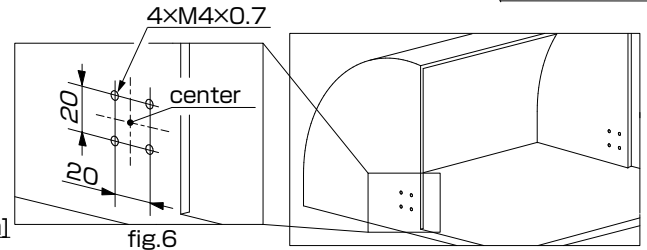
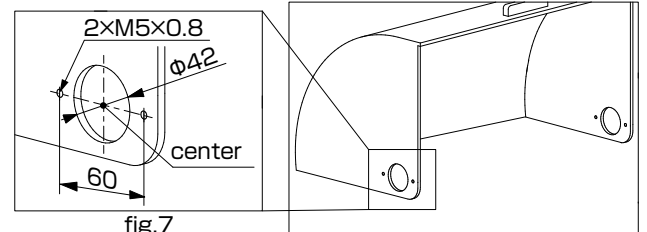

fig.6
fig.7
- (1) 什器の設計
- ・什器を設計し、あらかじめ扉の回転中心を決めてください(図6、図7)。
- (2) 什器本体の加工
- ・扉の回転中心を基準に、③マウンティングプレートを取り付ける箇所に、M4×0.7のねじ穴を、左右4箇所ずつ開けてください(図6)。
- ・木製什器の場合は、下穴を左右4箇所ずつ開けてください(図6)。
- (3) 扉の加工
- ・扉の回転中心を基準に、扉にMt.Pが入るφ42の穴を、左右共に開けてください(図7)。
- ・扉の回転中心を基準に、①ダンパー本体を取り付ける箇所に、M5×0.8のねじ穴を左右2箇所ずつ開けてください(図7)。
- ・木製什器の場合は、下穴を左右2箇所ずつ開けてください(図7)。
- (1) Design
- Design the furniture and determine the door's center of rotation before installation (Fig 6, 7).
- (2) Preparation of furniture main body
- Based on the door's rotation center, drill 4 screw holes (M4 x 0.7) each on the right and left sides at the location where the mounting plate should be fixed (Fig6). In case of wooden furniture, drill 4 pilot holes each on both sides (Fig6).
- (3) Preparation of door
- Based on the door's rotation center, bore a Φ42 hole for a mounting plate on both sides (Fig7).
- Based on the door's rotation center, drill 2 screw holes (M5x0.8) each on both sides (Fig7). In case of wooden furniture, drill 2 pilot holes respectively (Fig7).